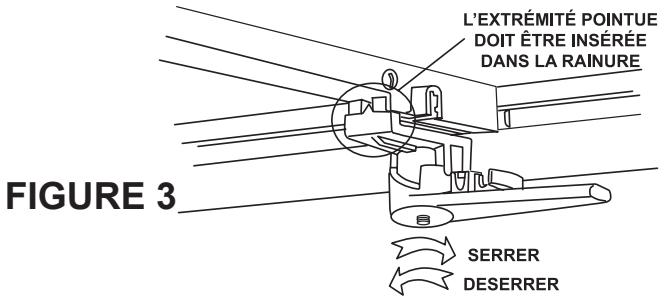

FIGURE 3
5. Fixer l'attache au rebord de caisse en tirant la poignée vers l'arrière de la caisse, tout en s'assurant que la languette de Figure 3. S'assurer que l'attache est enclenchée solidement et de manière appropriée en secouant légèrement la poignée. La poignée ne devrait pas bouger.
5. Fixer l'attache au rebord de caisse en tirant la poignée vers l'arrière de la caisse, tout en s'assurant que la languette de positionnement est insérée dans la fente. Se reporter à la Figure 3. S'assurer que l'attache est enclenchée solidement et de manière appropriée en secouant légèrement la poignée. La poignée ne devrait pas bouger.